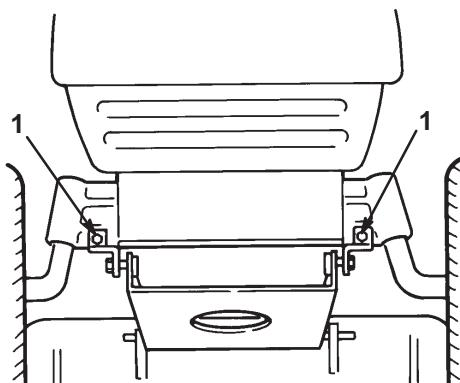

Bild 37
- 11.** Montieren Sie die Mähwerkschwenkhalterungen mit Schrauben und Sicherungsmuttern an der Vorderachse (Bild 37).